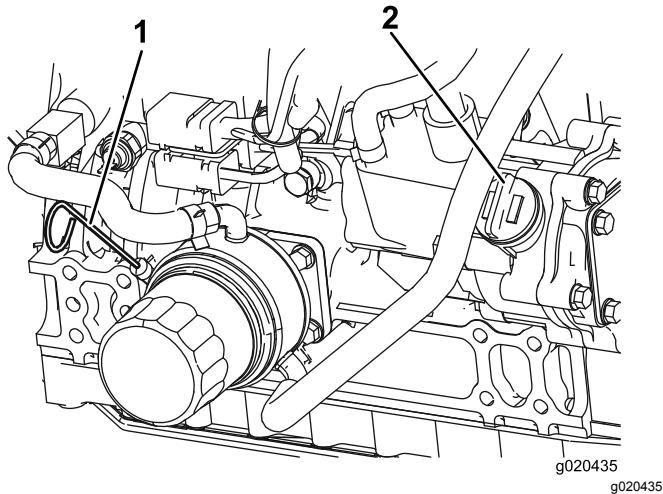

Figura 12
El nivel de aceite debe estar en el intervalo seguro (Figura 12).
4. Si el nivel de aceite está por debajo del intervalo seguro, retire el tapón de llenado (Figura 12) y añada aceite hasta que el nivel llegue a la marca FULL. **No llene demasiado.**